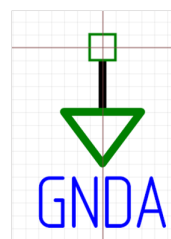

Рис. 63 Порт GNDA
- GNDA (Аналоговая земля) – обозначение отдельного заземления для аналоговых цепей, см. Рис. 63.